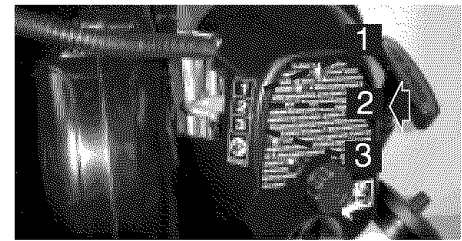
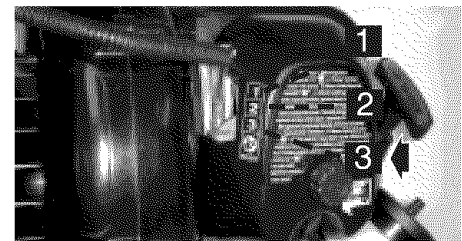

Fig. 13
Fig. 14
5. Tire el principio el lazo 4-6 veces si la unidad no empieza mueve se estrangula palanca para posicionar 2 y tirar 4-6 más tiempos (Fig. 13). Esperar 10 sec. después que el comienzo de la unidad entonces mueve se estrangula palanca para posicionar 3. (Fig.14)